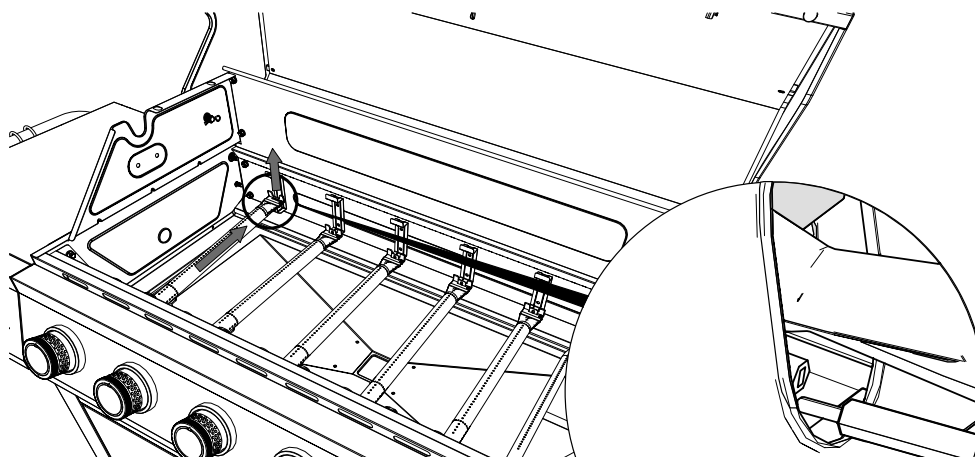

Figura 2
5. Separar el cable de encendido del electrodo en la Figura 2.